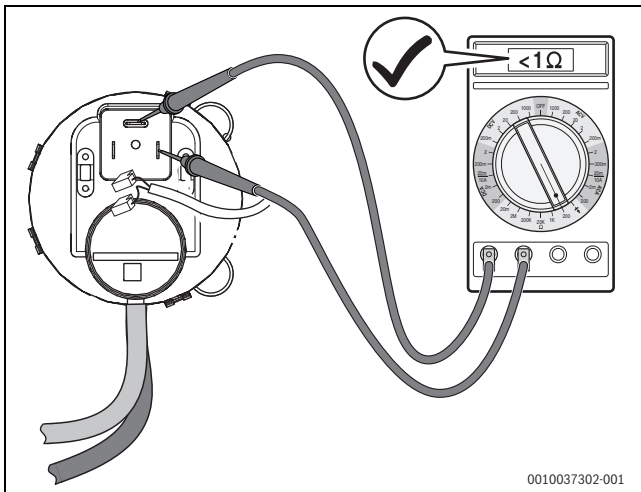
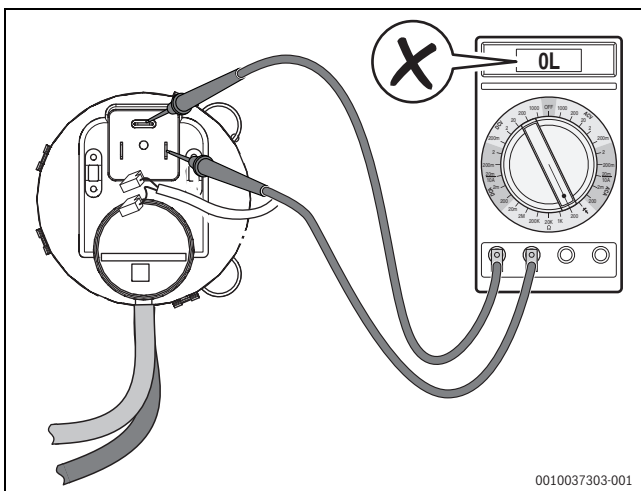

Рис. 82 Проверка проводимости дифференциального реле давления (реле в порядке)
Рис. 83 Проверка проводимости дифференциального реле давления (реле **неисправно**)
- ▶ Отсоедините электрические провода на дифференциальном реле давления и измерьте сопротивление на контактах (→Рис. 82). Если измеренное значение $< 1 \text{ Ом}$, то дифференциальное реле давления в порядке. Если сопротивление равно нулю или $> 1 \text{ Ом}$ (→Рис. 83), то замените дифференциальное реле давления.